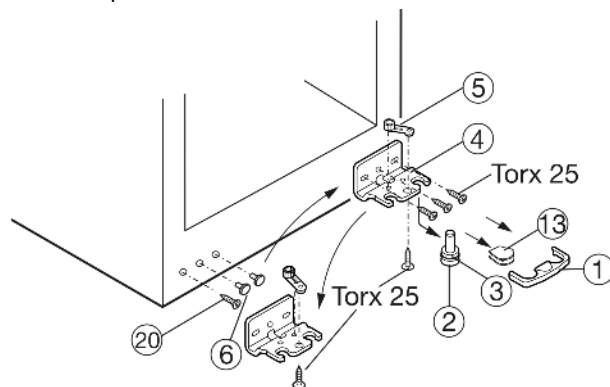

Fig. 4
- Предохранитель Fig. 4 (1) снимите движением вперед.
- Снимите крышку Fig. 4 (13)*.
- ▶ Вытяните опорный палец Fig. 4 (2) вниз и вперёд. При этом следите за гнездом шарнира Fig. 4 (3).
- ▶ Открутите опорный кронштейн Fig. 4 (4).
- ▶ Открутите опорную деталь Fig. 4 (5) и, переставив в отверстие на противоположной стороне опорного кронштейна, снова прикрутите.
- ▶ Снимите и снова установите пробку Fig. 4 (6) на противоположную сторону со стороны ручки.
- ▶ Выкрутите болт Fig. 4 (20) и вкрутите на противоположной стороне.
- ▶ Снова прикрутите опорный кронштейн Fig. 4 (4) на новой стороне шарнира, **при необходимости с помощью аккумуляторного шуруповерта с усилием 4 Нм.**
- ▶ Снова слегка наклоните устройство назад и снова установите опорный палец Fig. 4 (2) с гнездом шарнира Fig. 4 (3). Зазубрина на опорном пальце должна быть расположена спереди.
- ▶ Установите крышку Fig. 4 (13) на противоположной стороне.*
- ▶ Предохранитель (1) нужно зафиксировать сбоку на кронштейне, чтобы опорный палец и двери были защищены от выпадения.
- ▶ Снова защелкните предохранитель (1) на опорном кронштейне.
- ▶ При необходимости выровняйте дверцы через два продольных паза в опорном кронштейне Fig. 4 (4) параллельно корпусу устройства. Для этого выкрутите средний винт.